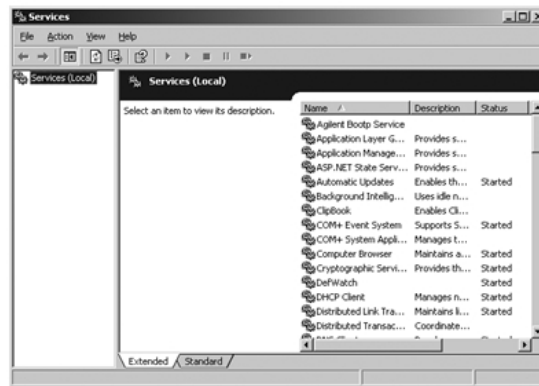

Abbildung 46 Windows Dienste-Dialogfeld
- 1 Gehen Sie in der Windows-Systemsteuerung auf **Verwaltung > Dienste**. Das Dialogfeld **Services** wird aufgerufen, siehe Abbildung 46 auf Seite 268.